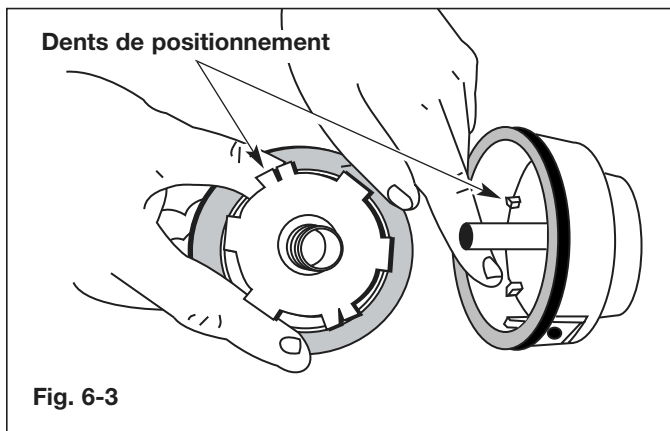

Fig. 6-3
5. Vérifiez l'état d'usure des dents de positionnement sur le moulinet intérieur et la bobine extérieure (Fig. 6-3). Enlevez les ébarbures ou remplacez le moulinet et la bobine au besoin.